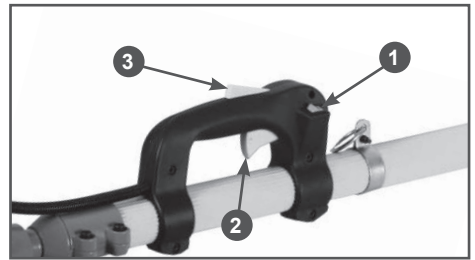

Рис. 9 Органы управления на рабочей рукоятке
- Выключатель зажигания 1 (Рис.9) установите в положение «I» (ВКЛЮЧЕНО).
- Нажмите на предохранительный рычаг 3 и рычаг газа 2 (Рис. 9). Удерживая их в нажатом состоянии, проверните коленчатый вал двигателя ручным стартером до тех пор, пока не почувствуете сопротивление, затем медленно опустите ручку стартера вниз. Снова медленно потяните за ручку стартера, пока не почувствуете, что стартер вошел в зацепление с маховиком, после чего, резко и с усилием потяните за ручку стартера и запустите двигатель. Повторите это действие 5-6 раз до первой вспышки в двигателе. Двигатель при этом сразу глохнет.
- Нажмите на предохранительный рычаг 3 и рычаг газа 2 (Рис. 9). Удерживая рычаги в нажатом состоянии, проверните коленчатый вал двигателя ручным стартером до тех пор, пока не почувствуете сопротивление, затем медленно опустите ручку стартера вниз. Снова медленно потяните за ручку стартера, пока не почувствуете, что стартер вошел в зацепление с маховиком, после чего, резко и с усилием потяните за ручку стартера и запустите двигатель. При необходимости повторите.
Для мгновенной остановки двигателя переведите выключатель 1 (Рис. 9) в положение «О».